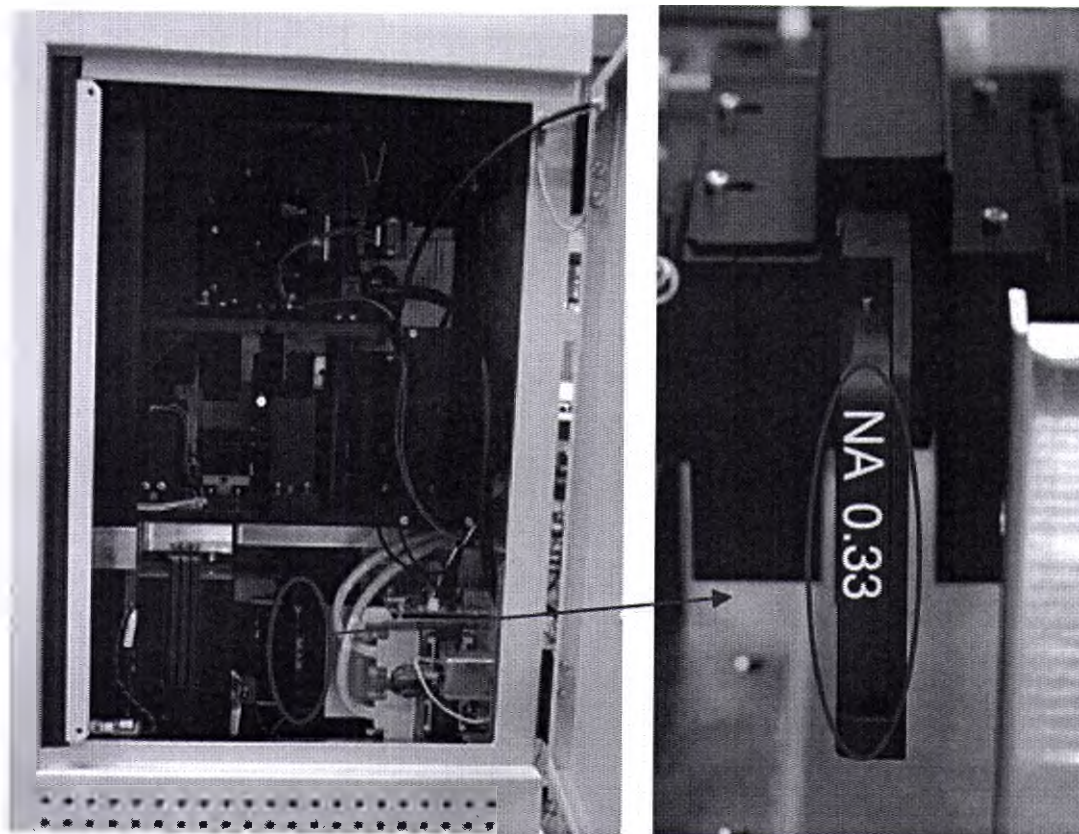

Рисунок 3.11 – Снятие установленного конденсора NA.
3) Снимите установленный конденсор NA (см. рисунок 3.11).